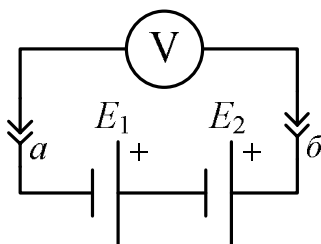

Рис.2.3
1.2. Соедините источники последовательно, как показано на рис. 2.3, и измерьте напряжение на выводах батареи (между точками a и b) на пределе «20 V» или «200 V».